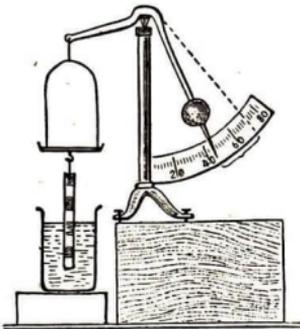

Abb. 123
2. Archimedes (222 v. Chr.) studierte zuerst die **Frage**, wie groß dieser Auftrieb zahlenmäßig ist. Uns lehrt es eine kleine Schülerübung (Abb. 123).